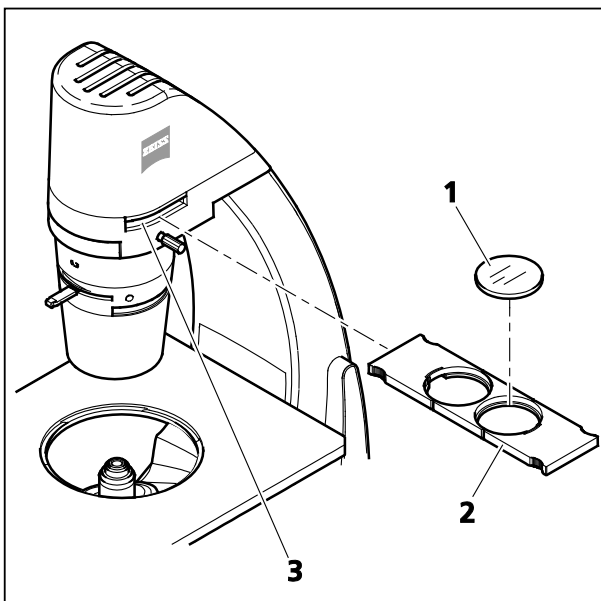

Bild 5 Filterschieber einsetzen
- Farbfilter (Bild 5/1) oder Interferenz-Grünfilter (Durchmesser $d=45$ mm) in die Aufnahme des Filterschiebers einlegen.
- Filterschieber, 2-fach (Bild 5/2) von links oder rechts in den Steckplatz (Bild 5/3) am Stativoberteil einschieben und in der gewünschten Position einrasten.